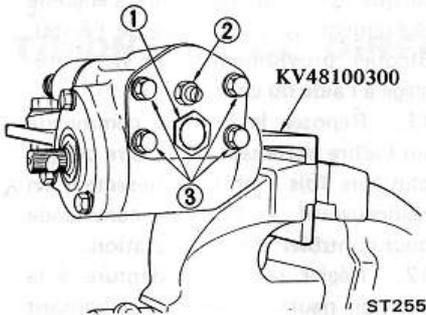

Fig. ST-17 Préparation du boîtier de direction pour le démontage
1. Déposer le bouchon de remplissage ① et vidanger totalement l'huile du boîtier. Monter le boîtier sur le support spécial KV48100300 et serrer l'ensemble dans un étau.
2. Desserrer l'écrou de blocage ② et déposer les vis de fixation du couvercle de l'arbre porte-secteur ③. Déposer l'arbre porte-secteur avec son couvercle en tournant la vis dans le sens d'horloge. Voir figure ST-17.